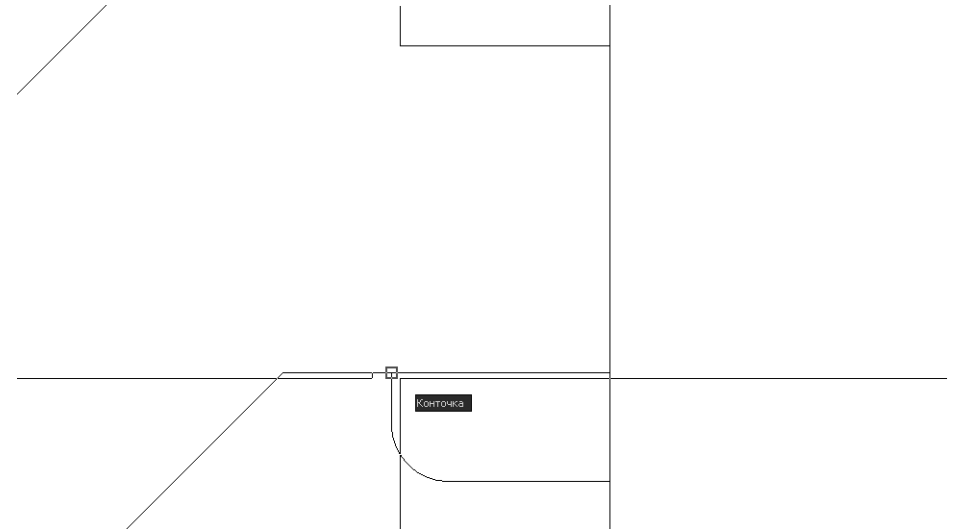

Рис. 4.55 ▼ Выбор второй точки контура боковой стенки с помощью режима привязки **Конточка** (Endpoint)
3. AutoCAD предложит задать координаты второго угла прямоугольника. Обычно в ответ на этот запрос вы вводили относительные координаты соответствующей точки, которые, по сути, представляли собой размеры прямоугольного элемента. Однако в этот раз мы можем обойтись без ввода координат, воспользовавшись режимом объектной привязки. Включите режим привязки **Конточка** (Endpoint) и выберите точку, показанную на рис. 4.55 (изображение тумбы системного блока на рисунке увеличено для наглядности, поскольку линии чертежа, совпадающие с линиями указателя-перекрестия, как всегда при черчении прямоугольников, становятся невидимыми).